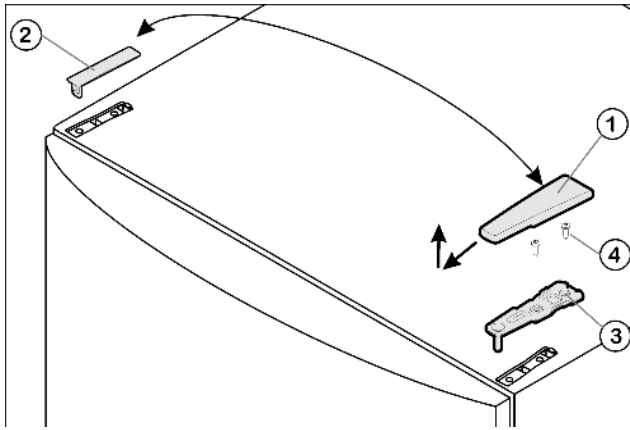

Fig. 4
- ▶ Потяните крышку Fig. 4 (1) вперед и вверх.
- ▶ Снимите крышку Fig. 4 (2).
- ▶ Открутите верхний опорный кронштейн Fig. 4 (3) (2 шт. Torx® 25) Fig. 4 (4) и вытяните вверх.
- ▶ Установите верхний опорный кронштейн Fig. 4 (3) на новой стороне шарнира и защелкните в дверце.
- ▶ Привинтите верхний опорный кронштейн (**с моментом 4 Нм**)(2 шт. Torx® 25) Fig. 4 (4). При необходимости проделайте отверстия или используйте аккумуляторную отвертку.
- ▶ Наденьте и защёлкните крышку Fig. 4 (1) и крышку Fig. 4 (2) на противоположной стороне снаружи.